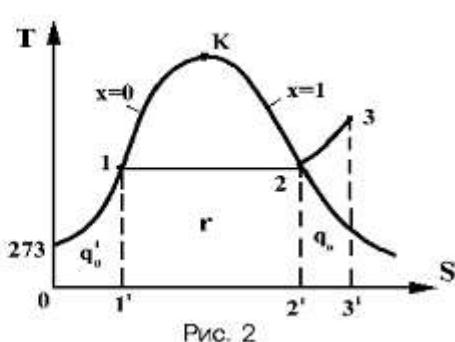

Рис. 2
7. Показать на рис. 2 площадь, эквивалентную количеству тепла, пошедшему на нагрев воды от 273К до температуры кипения.
8. Показать на рис. 2 процесс парообразования от начала кипения до получения сухого насыщенного пара.
9. Показать на рис. 2 площадь, эквивалентную скрытой теплоте парообразования.
10. Показать на рис. 2 площадь, эквивалентную количеству тепла, пошедшему на перегрев пара.
12. Какая часть сопла Лаваля (рис. 2) работает как дозвуковая?
13. Какая часть сопла Лаваля (рис. 2) работает как сверхзвуковая?
14. Какое соотношение давлений в суживающейся части сопла Лаваля (рис.2)?
18. Показать на рис. 2 работу расширения газа в суживающейся части сопла Лаваля.
19. Показать на рис. 2 площадь, эквивалентную работе расширения газа в расширяющейся части сопла Лаваля.
29. Показать на рис. 2 площадь, эквивалентную работе расширения газа в сопле Лаваля.
2. Показать на рис. 2 площадь, эквивалентную количеству тепла, пошедшему на испарение холодильного агента за счет тепла охлаждаемого объекта.
3. Показать на рис. 2 площадь, эквивалентную количеству тепла, затраченному за цикл компрессорной холодильной установки.